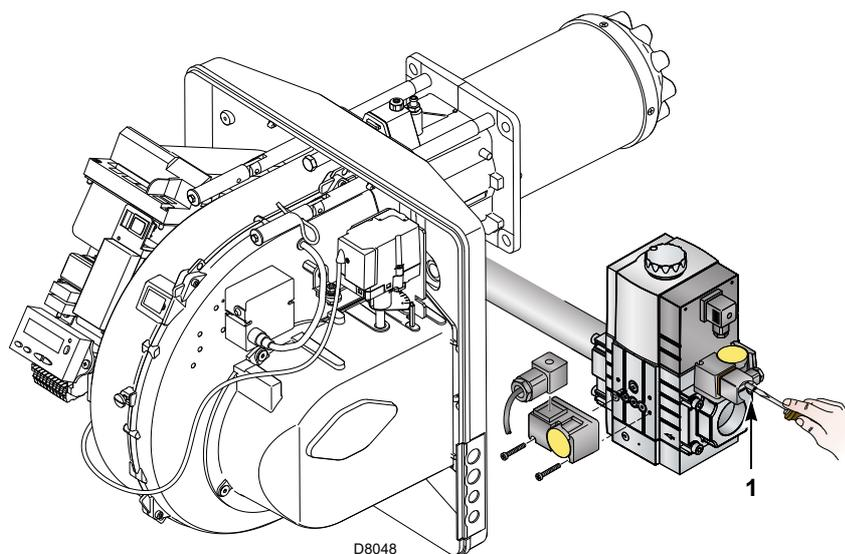

Fig. 28
- Contrôler la pression d'alimentation du gaz en raccordant un manomètre sur la prise de pression 1)(Fig. 28) du pressostat gaz minimum: elle doit être inférieure à la pression maximale admise pour la rampe gaz qui est indiquée sur la plaque des caractéristiques.
- Purger les tubes de la rampe gaz de l'air, en raccordant un tube en plastique sur la prise de pression 1)(Fig. 28) du pressostat gaz minimum. Porter le tube de purge à l'extérieur de l'édifice jusqu'à sentir l'odeur du gaz.